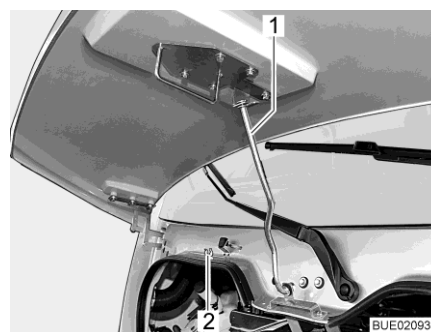

Fig. 42 Barre de maintien (Ixeo I)
- Retirer la barre de maintien (Fig. 42,1) de sa fixation (Fig. 42,2) et l'accrocher dans la réception du capot moteur.
- Décrocher la barre de maintien (Fig. 42,1) de la réception sur le capot moteur et la presser dans sa fixation (Fig. 42,2).